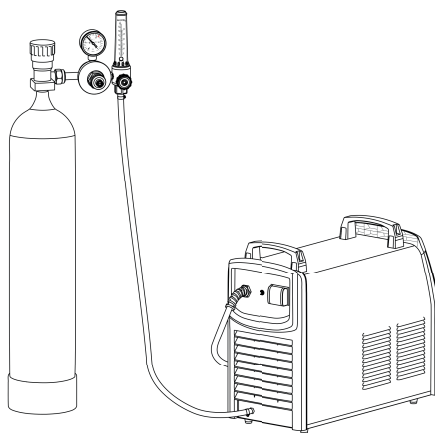

Рисунок 8.4. Подключение защитного газа.
2. Подсоедините газовый шланг к газовому разъёму аппарата (п. 3, рис. 6.2) и к газовому редуктору, присоединенному к баллону. При подключении баллон и редуктор должны быть закрыты. Система газоснабжения, состоящая из газового баллона, редуктора и газового шланга, должна иметь плотные соединения (используйте винтовые хомуты), чтобы обеспечить надежную подачу газа и защиту сварочного шва (см. рис. 8.4).